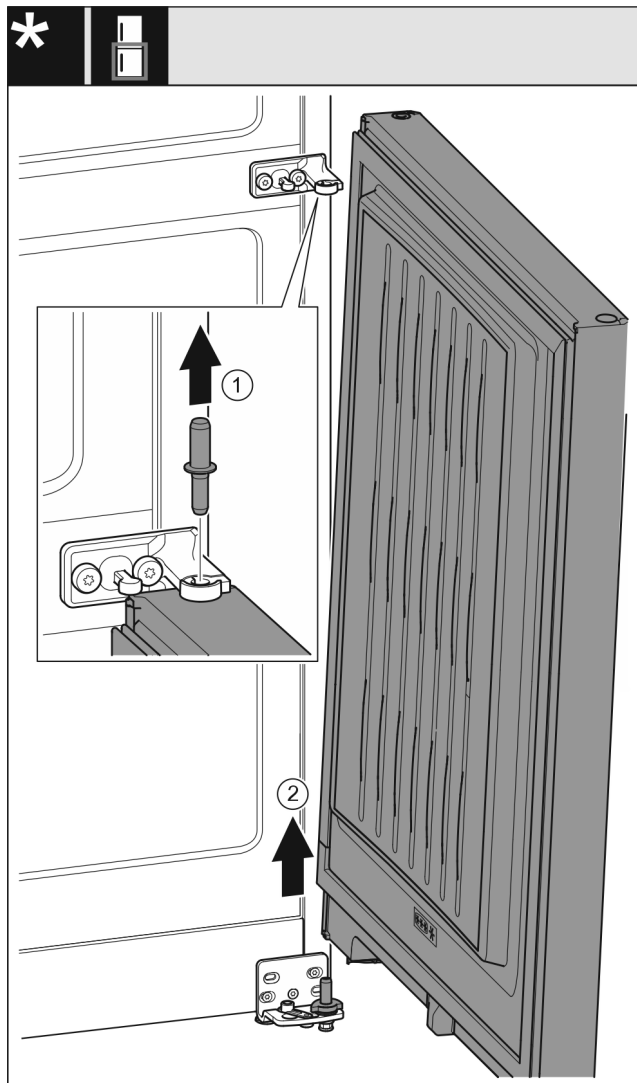

Fig. 10 Без амортизатора закрывания двери
- ▶ Извлеките палец Fig. 10 (1) движением вверх.
- ▶ Отведите дверь Fig. 10 (2) в сторону, потяните вверх и отставьте ее.